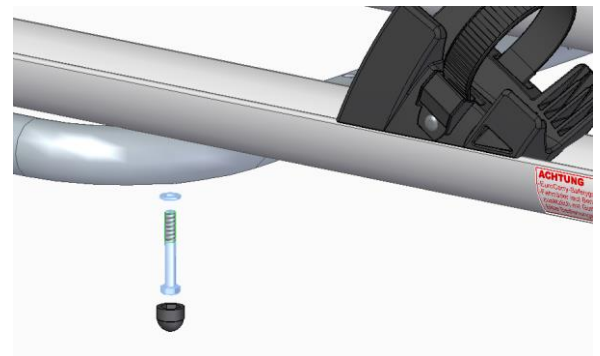

Abbildung 9
Montieren Sie schlussendlich die Fahrradschienen (5), indem Sie jeweils zwei Sechskantschrauben M6x45mm wie in Abbildung 9 von unten durch die Bohrungen des Auslegers schieben und in die Nutensteine schrauben, die sich bereits in der Fahrradschiene (5) befinden.